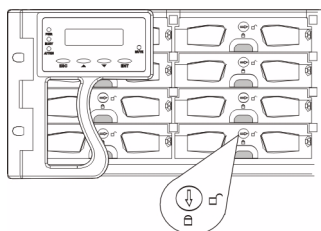

Figure 6.3 Sens de rotation du verrou de sécurité
4. Fermez le clapet avant du tiroir. Vérifiez que le clapet avant est bien fermé de façon à ce que le connecteur SATA à l'arrière du disque dur soit branché correctement au connecteur correspondant du panneau central. Si le clapet avant n'est pas fermé correctement, la connexion entre le disque dur et le sous-système n'est alors pas sécurisée. Pour verrouiller le clapet, tournez le verrou de sécurité jusqu'à ce que sa rainure se trouve en position verticale. (Voir *Figure 6.3*)